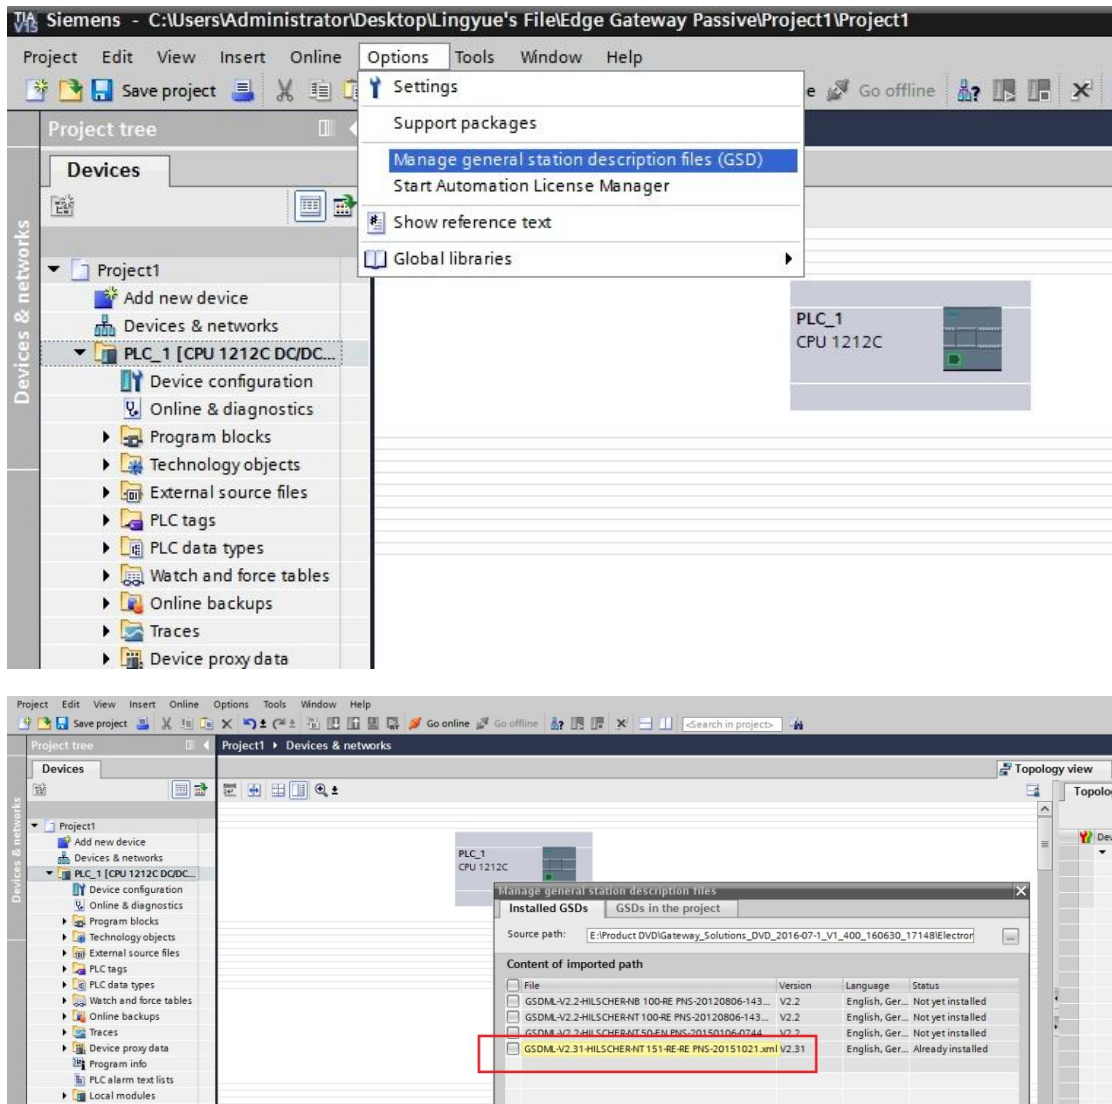

图 6.1 导入 NT 151-RE-RE 的 GSDML 文件
(1) 导入光盘中 NT 151-RE-RE 产品的 GSDML 文件，在\Electronic Data Sheets (e.g. EDS,GSD,GSDML)\PROFINET 文件夹下，参考图 6.1。